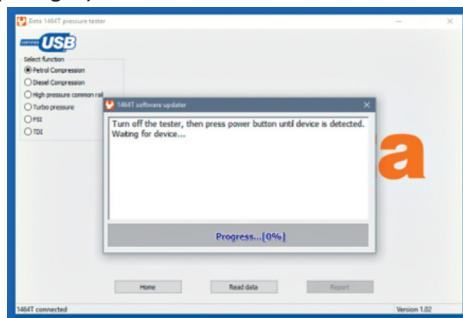
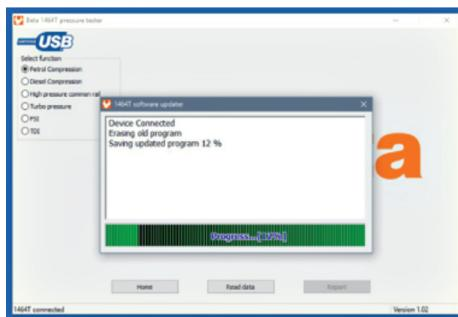

Fig. 5
Fig. 6
- De volgende melding (zie fig. 5) geeft aan dat u de tester uit moet zetten en de aan/uitknop ingedrukt moet houden tot de tester door de pc wordt opgemerkt. In deze fase is het bijzonder belangrijk dat u de aan/uitknop (ongeveer 6 sec.) ingedrukt houdt tot de tester op de updatemodus door de pc wordt opgemerkt (zie fig. 6).
- Zodra de tester eenmaal is opgemerkt, wordt het updateproces gestart (zie fig. 6).